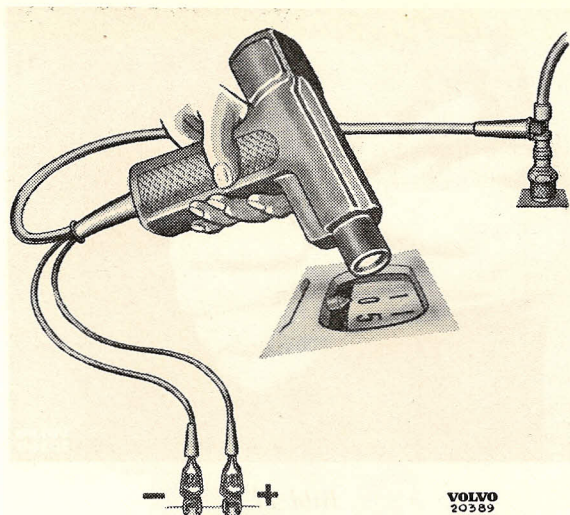

Bild 82.
7. För kontroll av tändningen med motorn gående användes en lampa enligt bild 82. Den kopplas till batteriet och 1:ans tändstift. Lampan riktas mot hålet i svänghjulsåpan. För varje gång tändning inträffar i cylinder nr 1 blinkar lampan och belyser svänghjulet. Märken på detta synes